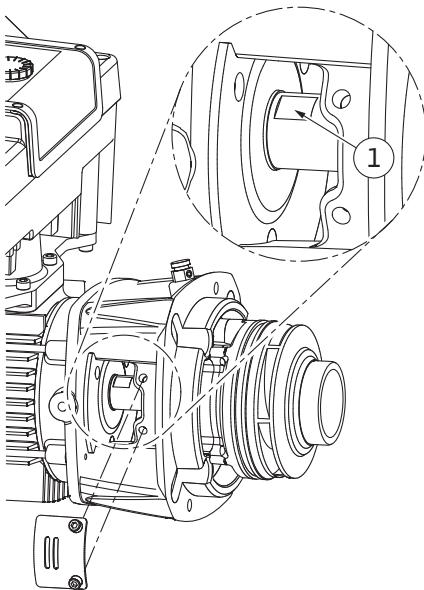

Fig. 105: Površine ključa na vratilu
14. Viljuškasti ključ (širina 22 mm) uvesti u prozor lanterne i površinama ključa čvrsto držati vratilo (Fig. 105, poz. 1). Odvrtnuti navrtku radnog kola (Fig. I, poz. 22). Radno kolo (Fig. I, poz. 21) se automatski izvlači sa vratila.
3. Viljuškasti ključ (širina 22 mm) uvesti u prozor lanterne i površinama ključa čvrsto držati vratilo (Fig. 105, poz. 1).
10. Viljuškasti ključ (širina 32 mm) ubaciti u prozor lanterne (Fig. IV, poz. 38) i površinom ključa čvrsto držati vratilo (Fig. 105, poz. 1). Radno kolo montirati sa podloškom (podloškama) i navrtkom. Pritegnuti navrtku. Sprečiti oštećenja mehaničkog zaptivača usled iskošenja.